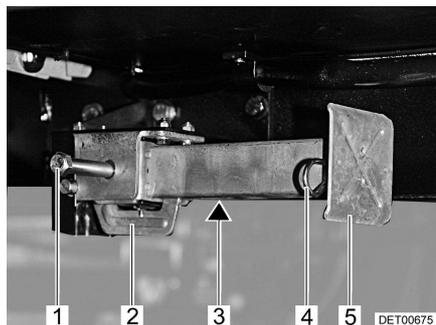

Fig. 14 Vérin stabilisateur
- Placer la clé à pipe sur l'écrou à six pans (Fig. 14,1) et tourner jusqu'à ce que le vérin stabilisateur soit en position verticale vers le bas.
- Lorsque la longueur des vérins stabilisateurs est réglable, faire sortir la goupille (Fig. 14,4) de la rallonge du pied d'appui (Fig. 14,5).
- Placer la clé à pipe sur l'écrou à six pans (Fig. 14,1) et tourner jusqu'à ce que le vérin stabilisateur se dégage du sol.
- Rentrer complètement la rallonge du pied d'appui (Fig. 14,5) et insérer la goupille (Fig. 14,4) dans le trou prévu à cet effet.
- Tourner l'écrou à six pans (Fig. 14,1) jusqu'à ce que les vérins stabilisateurs soient pivotés vers le haut et que la glissière (Fig. 14,2) soit arrivée complètement à l'extrémité de la fente (Fig. 14,3).